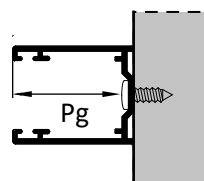

Fig. 4
3. Verificare che le guide laterali siano fissate in modo ottimale alla muratura e che le teste delle viti di fissaggio non sporgano all'interno della guida **(vedi fig. 4)**.